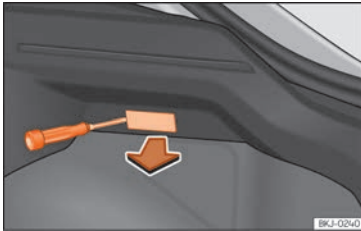

Abb. 64 Gepäckraumleuchte*
- Nehmen Sie das Lampenglas der Glühlampe durch Druck mit einem Schraubenzieher auf dessen Unterkante ab »» **Abb. 64.**